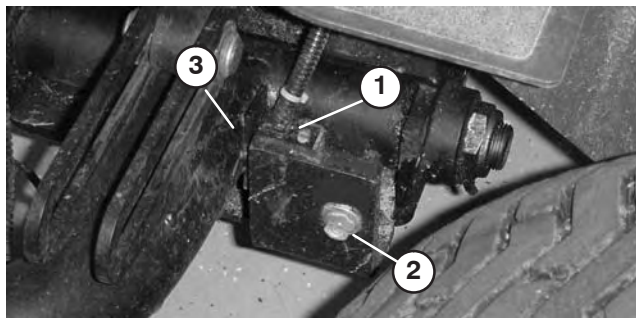

Bild 12
- Lösen Sie die Schlossschraubenmutter, mit der die Hubarm-Schalterhalterung am Hubarm 4 (links vorne) befestigt ist (Bild 12).